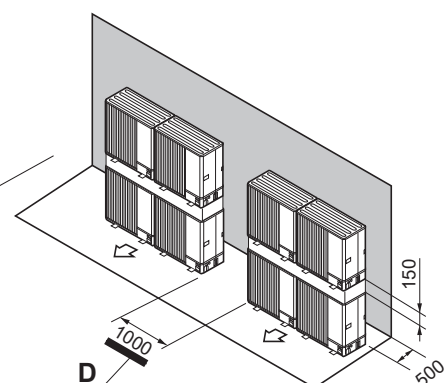

Fig. 2-18
- (7) Arrangement med stakkede enheder (Fig. 2-18)
- D: Område (Fig. 2-18)